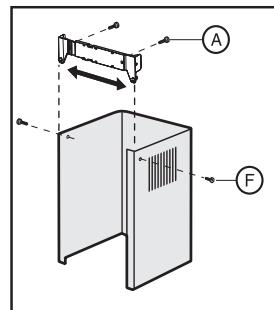
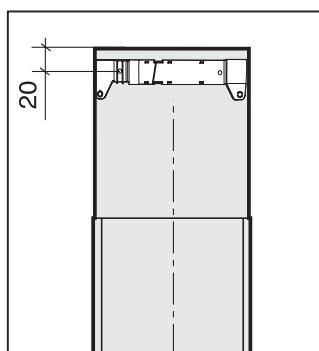

Рис. 10
Рис. 11
2. Отрегулируйте ширину планки для крепления декоративного короба воздуховода (рис.10) и произведите разметку для ее крепления на стене, отступив от потолка 20 мм, как показано на рис. 11. При разметке необходимо обеспечить соосность планки и вытяжки.
5. Закрепите планку для крепления декоративного короба воздуховода (рис. 10, 11) на стене двумя шурупами А так, чтобы соблюдалась соосность планки и вытяжки.
9. Поместите внутреннюю часть декоративного короба в наружную. Установите наружную часть короба на корпус вытяжки. Внутреннюю часть короба поднимите вверх до совмещения узлов крепления короба и планки и соедините их винтами F (см. рис. 10).